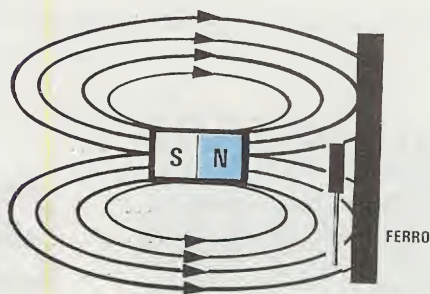

Fig.13 Applicando il pezzo di ferro dietro al sensore, questo metallo attirerà verso di sé le linee del flusso magnetico e quindi il sensore misurerà più Gauss.
Se dopo aver posto la calamita ad una distanza che vi consente di leggere un minimo valore di **Gauss** proverete a porre sulla parte posteriore del sensore di Hall un piccolo pezzo di ferro (vedi fig.13), noterete che **aumenta** la potenza perchè le linee di forza vengono attratte dal metallo.
**Fig.16** Sfruttando la caratteristica che ha il pezzo di ferro, di potenziare il flusso magnetico se posto dietro al sensore (vedi fig.13), potrete realizzare dei contatori in grado di conteggiare quanti "denti" di un ingranaggio o di altri dischi dentati ruotano di fronte al sensore.